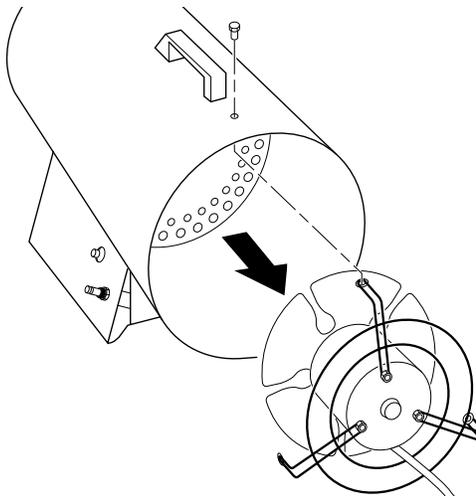

Abb. 6 - Ausbau von Motor und Ventilator-Schutzgitter aus dem Heizgerät
2. Motor und Ventilator-Schutzgitter vom Heizgerätgehäuse entfernen (siehe Abb. 6).